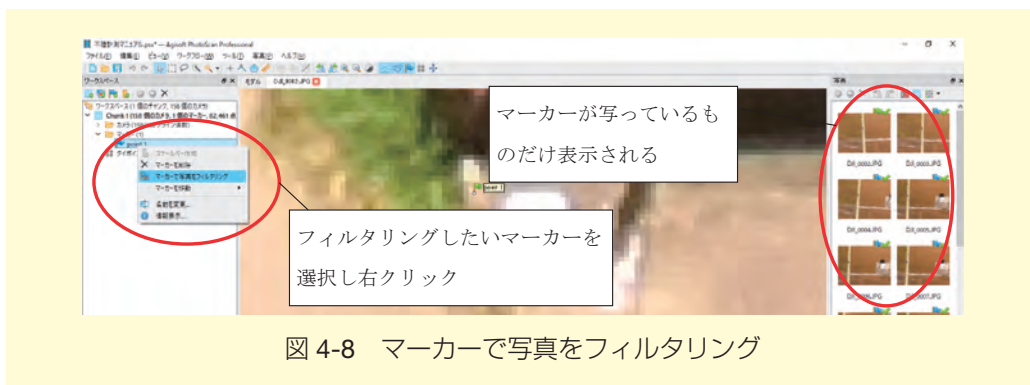

図 4-8 マーカーで写真をフィルタリング
- (3) ワークスペースペインから作成したマーカーを選択し、右クリックで「マーカーでフィルタリング」を選択すると、写真ペインにマーカーが写っている画像のみが抽出されます（図4-8）。
- (4) 抽出された写真を表示して、マーカーがずれている場合は、マーカーをドラッグして微調整をします。微調整が済んだ画像は青いフラグが緑色に変わります。
- (5) すべての地上基準点に対し（1）～（4）を繰り返して、マーカーを配置します。